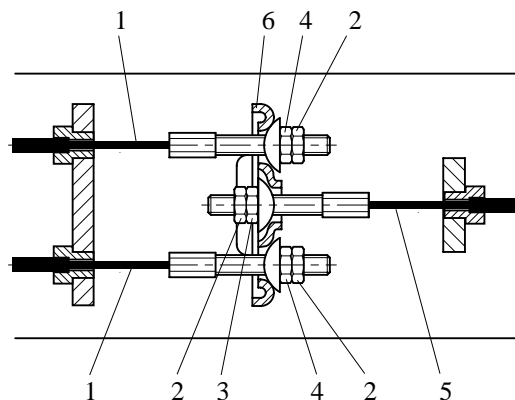
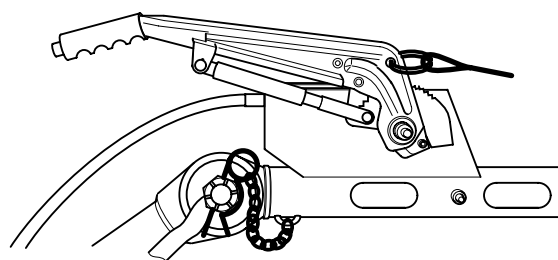

Fig. 5.7 Arrangement bremsekabler
Fig. 5.8 Håndbremsegreb nede - bremse ikke aktiveret
Kontroller udlignerens position (Fig. 5.7, 6) med parkeringsbremsen aktiveret.
Check alle låsemøtrikker (Fig. 5.7, 2).
1. Med trækøjet trukket helt ud og håndbremsen trykket ned (fig. 5.8) løsnes låsemøtrikkerne (fig. 5.7, 2). Justeringsmøtrikkerne og bremsekabelmøtrikkerne (fig. 5.7, 4) drejes med uret, indtil der ikke er slæk i bremsemekanismen.
Udligner (fig. 5.7, 6) skal være vinkelret på hovedbremsekablet (fig. 5.7, 5).
2. Aktiver håndbremsen nogle gange og gentag justeringen. Møtrikkerne låses med låsemøtrikker (fig. 5.7, 2). Fjern hejseværk og klodser.